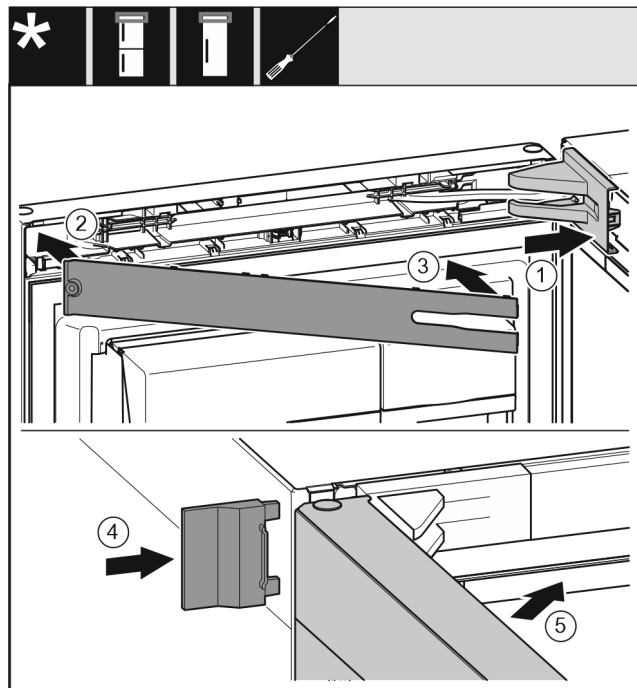

Fig. 44
- ▶ Nasadíte a zaklapnete kryt stojanu ložiska Fig. 44 (1), příp. opatrně přitlačíte od sebe.
- ▶ Nasadíte záslepku Fig. 44 (2).
- ▶ Záslepku Fig. 44 (3) sklopte a zaklapnete.
- ▶ Vnější kryt Fig. 44 (4) nasuňte.
- ▶ Zavřete horní dveře Fig. 44 (5).